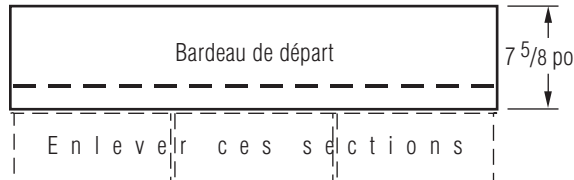

Figure 12-6 : Fabriquer des bardeaux de départ de 7 5/8 po (194 mm) de hauteur.
1. Utiliser des bardeaux de départ SwiftStart ou des bardeaux autoadhésifs à trois jupes dont les jupes ont été enlevées. S'assurer que les bardeaux de départ sont larges d'au moins 7 5/8 po (19,4 cm) (*figure 12-6*).